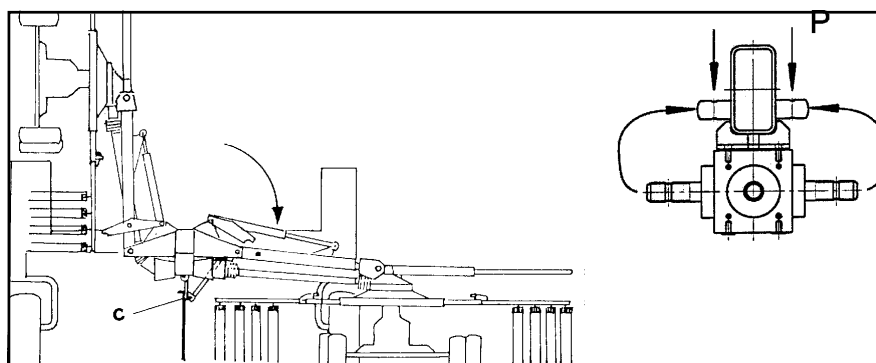

Figure 3-14
- Pour éviter des accidents et des dommages sur l'arbre à cardan, retirer l'arbre à cardan de la toupie pivotée vers le haut de l'embout de l'arbre de l'engrenage angulaire et le mettre sur la sacoche de parking sur le cadre (veiller à l'encliquettement) (figure 3-14).